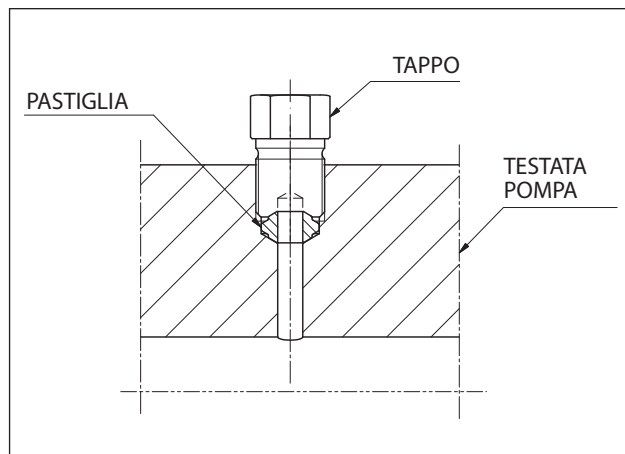
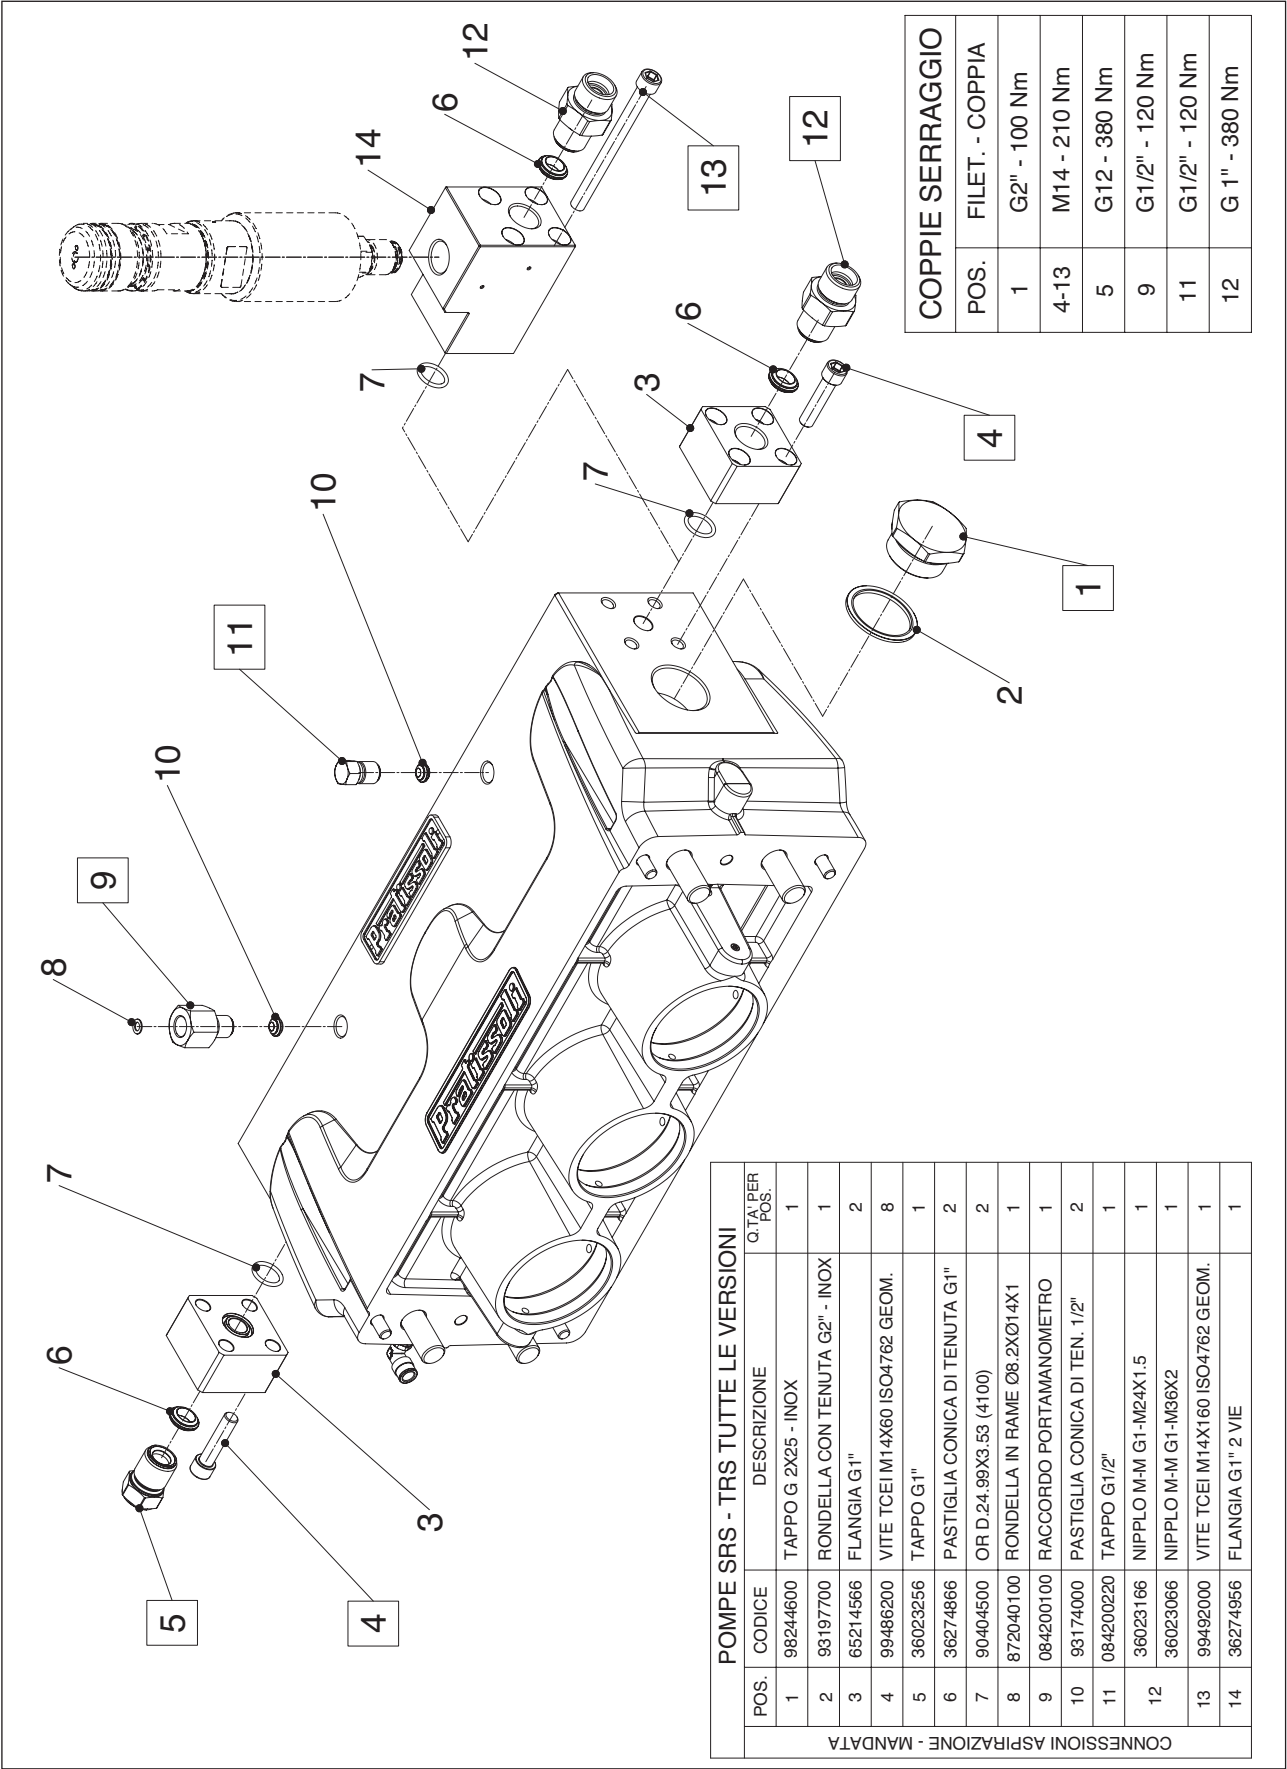

Fig. 7
Fig. 8
- 1) N° 2 prese d'aspirazione "IN": G2", vedere "CONNESSIONE ASP./MAND. SRS-TRS H.P." COD.65951500 (Fig. 8).
- 2) N° 2 prese di mandata "OUT" Ø19, vedere "CONNESSIONE ASP./MAND. SRS-TRS H.P." COD.65951500 (Fig. 8).
In dotazione alle pompe SRS-TRS vengono fornite N° 4 pastiglie coniche in acciaio da utilizzare nelle corrispondenti prese di mandata della pompa (vedere Fig. 7) o nelle flange di raccordo opzionali con la funzione di assicurare la tenuta della connessione. Mentre la sede della presa di mandata nella pompa è già lavorata per alloggiare la pastiglia conica, qualora fosse necessario realizzare l'attacco per il raccordo di mandata o il tappo di chiusura dovranno essere appositamente lavorati come indicato Fig. 8.
Per la composizione flange aspirazione e mandata, vedere "CONNESSIONE ASP./MAND. SRS-TRS H.P." (Fig. 8).